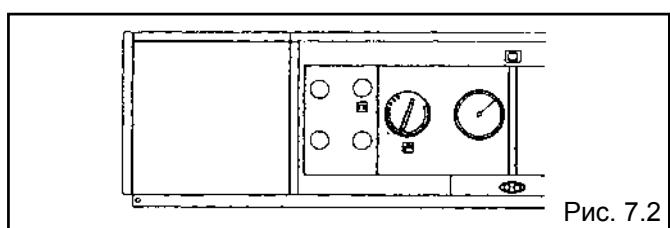

Рис. 7.2
- установите термостат бойлера на заданную температуру (рис. 7.2);